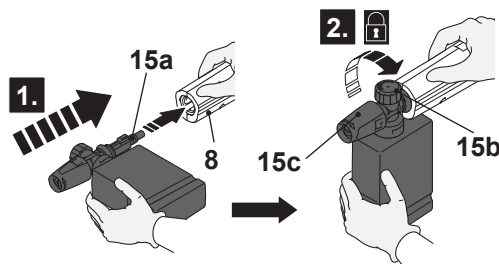

Fig. 10
- > Aliniați și introduceți limbile (15a) ale rezervorului de soluție (15) cu canelurile portului de conectare al pistolului de pulverizare (8). (Fig. 10 pasul 1).
- > Potriviți cu siguranță rezervorul de soluție rotindu-l în sensul acelor de ceasornic pentru a-l bloca în poziție (Fig. 10 pasul 2).